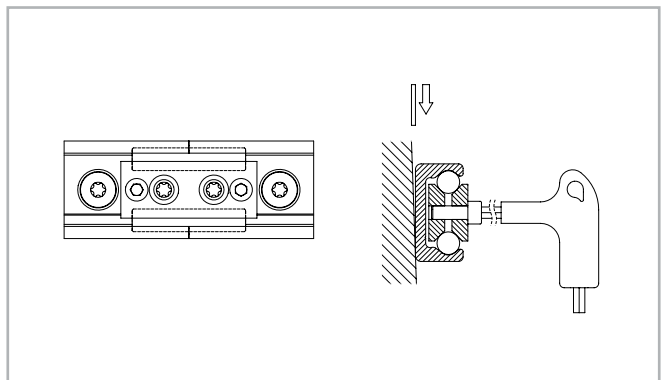

Abb. 174
- (3) Platzieren Sie die Fluchtvorrichtung am Schienenstoß und ziehen Sie beide Einstellschrauben gleichmässig an, bis die Laufbahnen ausgerichtet sind (s. Abb. 174).
- (4) nach dem vorangegangenen Schritt (3) ist zu prüfen, ob beide Schienenrückseiten plan auf der Montagefläche aufliegen. Sollte sich dort ein Spalt gebildet haben, so ist dieser zu unterlegen.